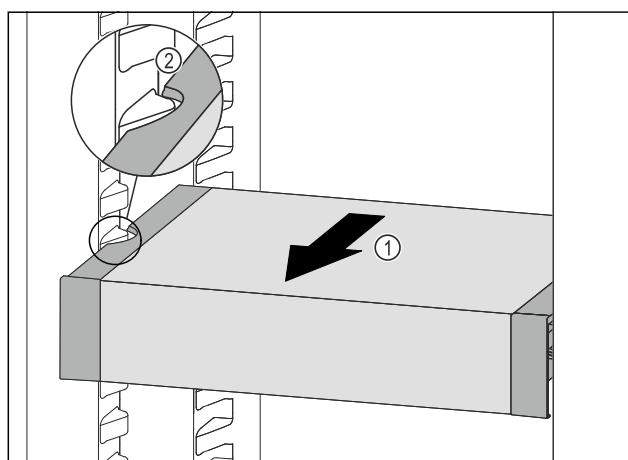

Fig. 138
- Tirer le VarioSafe vers l'avant Fig. 138 (1) jusqu'à ce que les encoches latérales du VarioSafe se trouvent au niveau de la nervure du bac dans la partie réfrigérateur.
- Fig. 138 (2)